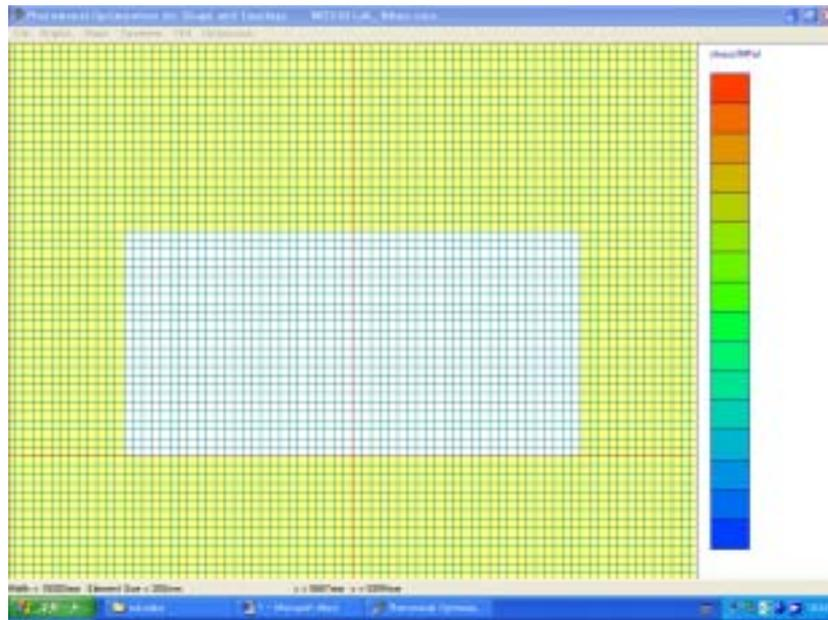

Fig.4
4. Shape メニューをクリックしてウィンドウを開きます。ウィンドウ内の Setup Design Domain を選択します。設計領域を設定するために、設計領域となる長方形の左上と右下のコーナー節点をクリックします。1つ目の点を $(-5000, 5000)$ 、2つ目の点を $(5000, 0)$ としましょう。(Fig.4)